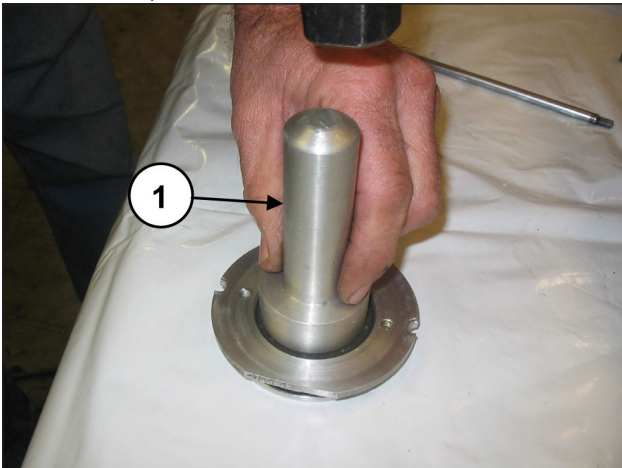

Fig. 129
Monter le joint d'huile sur le couvercle (rep. ①, Fig. 129) à l'aide d'un tampon réf. 27910900.